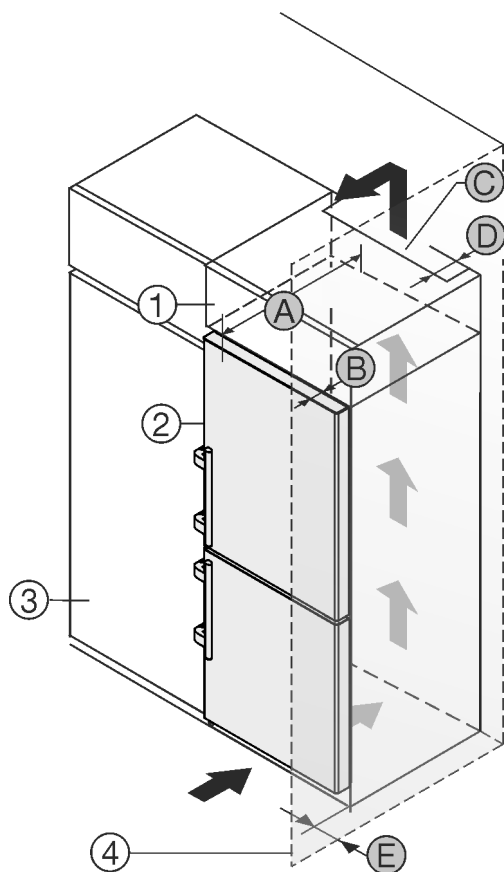

Fig. 47
Aparatul poate fi refăcut cu dulapuri de bucătărie. Pentru a aduce aparatul Fig. 47 (2) la același nivel cu mobilierul de bucătărie, se poate monta deasupra aparatului un dulap suspendat Fig. 47 (1).
Aparatul poate fi amplasat direct lângă dulapul de bucătărie Fig. 47 (3). Pentru a putea deschide complet ușa, aparatul trebuie să fie proeminent cu cel puțin adâncimea Fig. 47 (B) față de suprafața frontală a dulapului de bucătărie. În funcție de adâncimea dulapurilor de bucătărie și utilizarea distanțierelor de perete, aparatul poate ieși mai mult în afară.
- În partea din spate a dulapului suspendat trebuie să existe o fantă de aerisire cu grosimea Fig. 47 (D) pe toată lățimea dulapului suspendat.
- Sub tavanul încăperii trebuie să fie respectată secțiunea de ventilație Fig. 47 (C).
Atunci când aparatul este montat cu balamalele lângă un perete Fig. 47 (4), trebuie să fie păstrată distanța Fig. 47 (E) între aparat și perete. Această valoare corespunde proeminenței mânerului cu ușa deschisă.